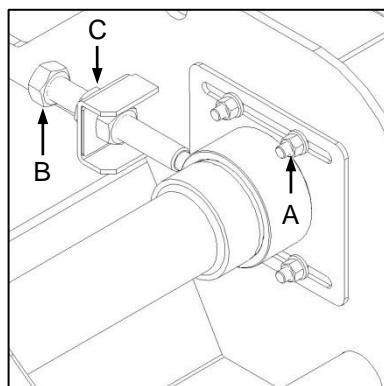
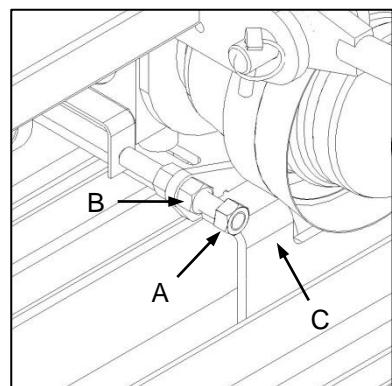

Fig. 11
Fig. 12
- ✓ Loosen 4x locking nuts on the drive tensioner base plate (Fig. 11-A) and 4x gearbox mounting bolts located below the gearbox base plate (Fig. 12-C).
- ✓ Loosen the tensioner lead-screw locknut (Fig. 11-C) and adjust the lead-screw (Fig. 11-B) to achieve the required belt tension.
- ✓ Laat skiet die 4x sluitmoere aan die dryfbandspannersteunplaat (Fig. 11-A) en die 4x ratkasmontereboute onder die ratkassteunplaat (Fig. 12-C).
- ✓ Laat skiet die spannerleiskroefsluitmoer (Fig. 11-C) en verstel die leiskroef (Fig. 11-B) om die vereiste bandspanning te verkry.
- ✓ During the belt tensioning process, alignment of the gearbox should be maintained. Use the gearbox positioning lead-screw and locknut (Fig. 12-A and 12-B) for this purpose.
- ✓ Die belyning van die ratkas moet tydens die bandspanningsproses gehandhaaf word. Gebruik die ratkasposisioneringsleiskroef en sluitmoer (Fig. 12-A en 12-B) vir hierdie doel.